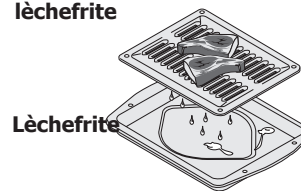

Figure 2
- Utilisez toujours une lèche-frite et sa grille (disponible par commande postale). La lèche-frite permet à la graisse de s'égoutter et de rester éloignée de la chaleur (Figure 2).